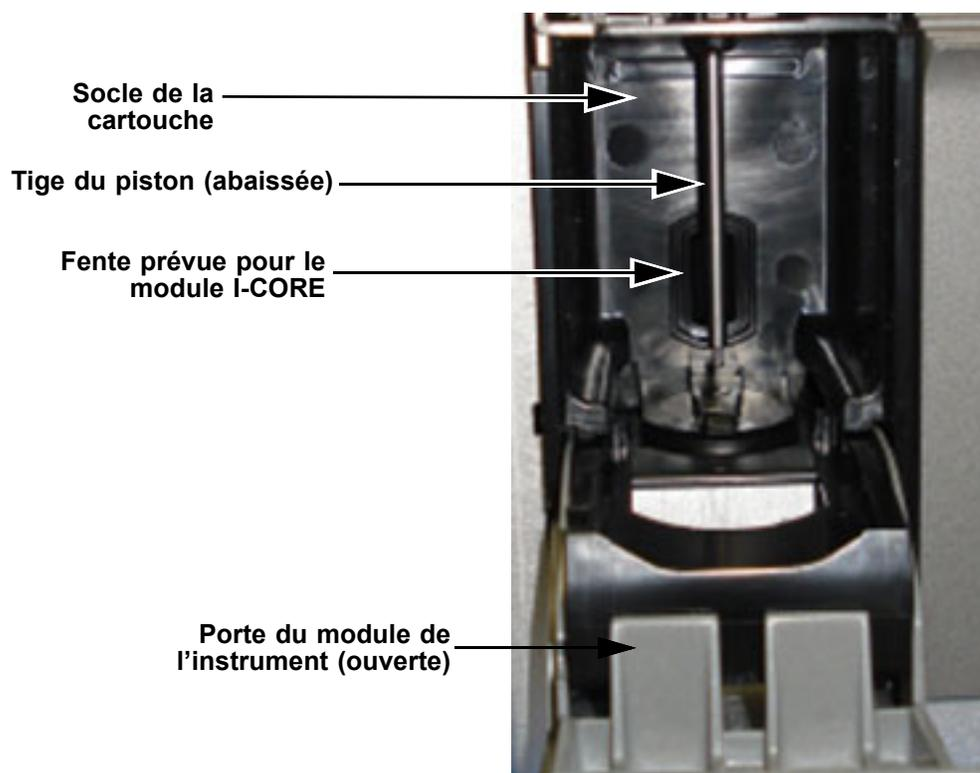

Figure 9-5. Tige du piston abaissée dans le socle de cartouche
6. Dans la boîte de dialogue Maintenance tige de piston, le nom du bouton **Nettoyer** change en **Remonter** (si vous cliquez sur le bouton **Nettoyer tout**, il change en **Remonter tout**). Sur l’instrument, les tiges de pistons des modules sélectionnés (ou de tous les modules si vous aviez cliqué sur le bouton **Nettoyer tout**), descend dans les socles de cartouches. Consultez la Figure 9-5.
La présence de liquide à l'intérieur du module I-CORE peut endommager celui-ci. Ne touchez pas la fente sur le module I-CORE dans laquelle est inséré le tube réactionnel de la cartouche (cf. Figure 9-5).